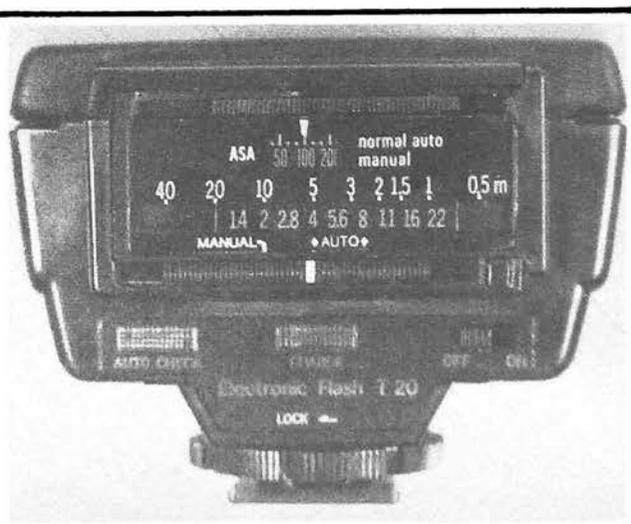

Fig. 11
La photographie de la figure 11 montre la face arrière du flash, en position d'utilisation (pour le transport et le rangement, le panneau calculateur, monté sur glissières, se retourne, et devient couvercle : une protection astucieuse...). Les références d'identification citées ci-dessous, renvoient à celles de la figure 11.
(1) Interrupteur de mise sous tension. Lorsque le flash est en place dans la griffe de l'appareil, il suffit de placer ce commutateur sur OFF pour interdire tout éclair, même si le condensateur est chargé.
(2) Témoin de charge du condensateur.
(3) Témoin d'exposition correcte en automatique.
(4) Verrou de blocage sur la griffe porte-accessoires du boîtier.
(5) Commutateur à glissière, pour la sélection du mode manuel ou du mode automatique. Dans ce dernier cas, on dispose du choix entre deux ouvertures de diaphragme, dont les valeurs sont liées à la sensibilité du film utilisé. Ainsi, dans l'exemple de la photographie de la figure 11, donc pour 100 ASA, on peut sélectionner les diaphragmes f/4 ou f/8.
(6) Echelle des ouvertures de diaphragme. Elle coulisse en même temps que celle qui indique la sensibilité du film.
(8) Echelle des distances, gravée en mètres.
(9) Echelle des sensibilités, exprimées en indices ASA.
(10) Glissière de commande des échelles de sensibilité et d'ouverture.
● Si l'exposition a été correctement réalisée, la LED clignote. Ceci évite de quitter des yeux le viseur, pour observer le témoin (référence (3) de la photo de la figure 11) placé sur le flash.